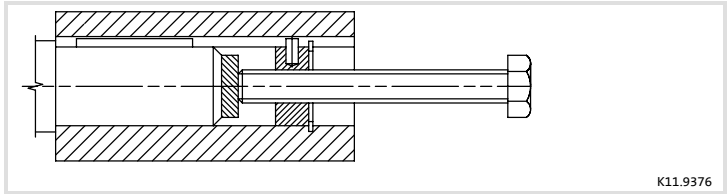

Abb. 8 Abziehvorrichtung für federbelastete Verstelleisichen Typ 11.213.10 ohne Flansch
Bei den Baugrößen 10 - 31 werden die mech. einstellbaren Scheiben mit einer Abziehvorrchtung (Abb. 8) abgezogen.
Vorher die Spannschraube (1) herausdrehen und die Scheibe (4) entnehmen (Abb. 8).